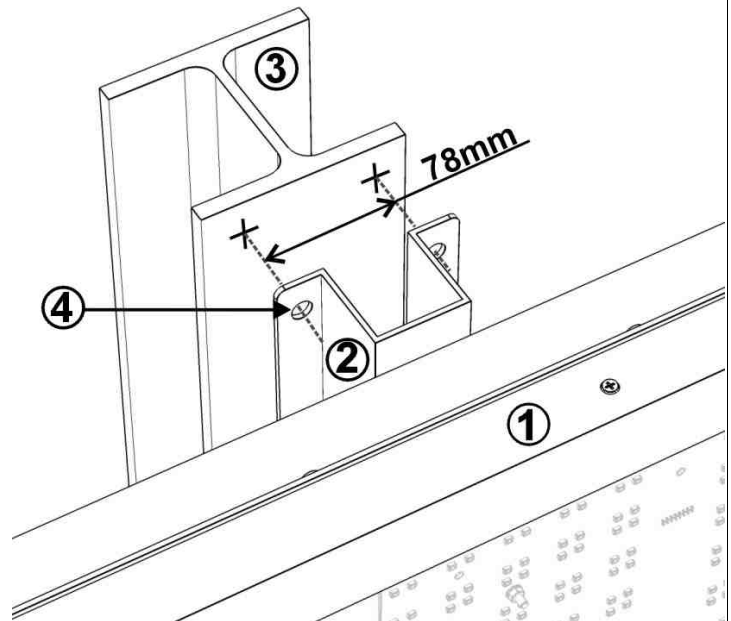

Fig. 14: Posizione dei fori sulla trave di sostegno
1. Avvicinate il tabellone alle travi di sostegno in modo che vi si appoggino le staffe verticali con profilo a 'Ω'. Assicuratevi che il tabellone sia orizzontale, bloccatelo temporaneamente alle travi con dei morsetti e quindi segnate sulle travi i punti corrispondenti ai fori delle staffe per il fissaggio (Fig. 14): per ogni staffa due fori superiori e due inferiori e per le staffe più alte (tabellone FOS-39) anche due fori ad altezza media.